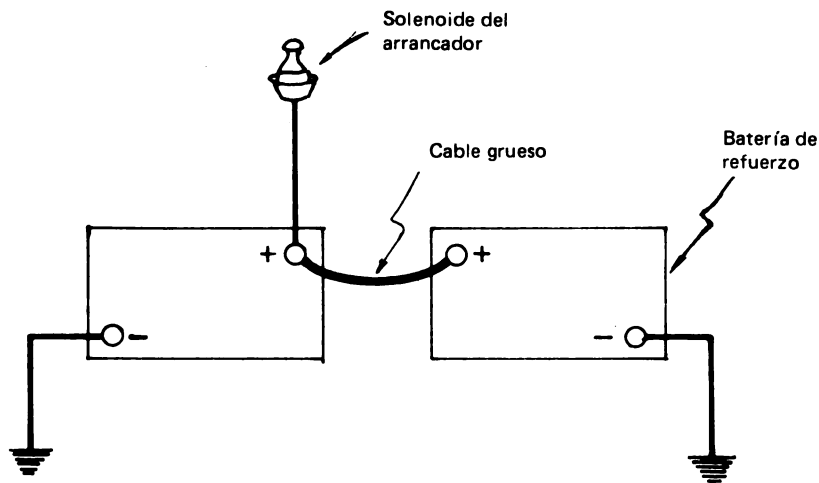

Fig. 30. Para arranques de emergencia puede hacerse una conexión en paralelo.
**Arranques de emergencia.** Cuando sea urgente arrancar un tractor u otro vehículo y la batería se encuentre descargada, obtenga una batería auxiliar y, sin necesidad de sacar de su sitio la que está descargada, haga conexiones en paralelo con dos cables gruesos. Es decir, el borne positivo (+) de la batería descargada conéctelo con el borne positivo (+) de la batería de refuerzo y el borne negativo (-) de aquella con el borne negativo (-) de la segunda (Fig. 30). Arranque con la llave de contacto y retire la batería de ayuda.